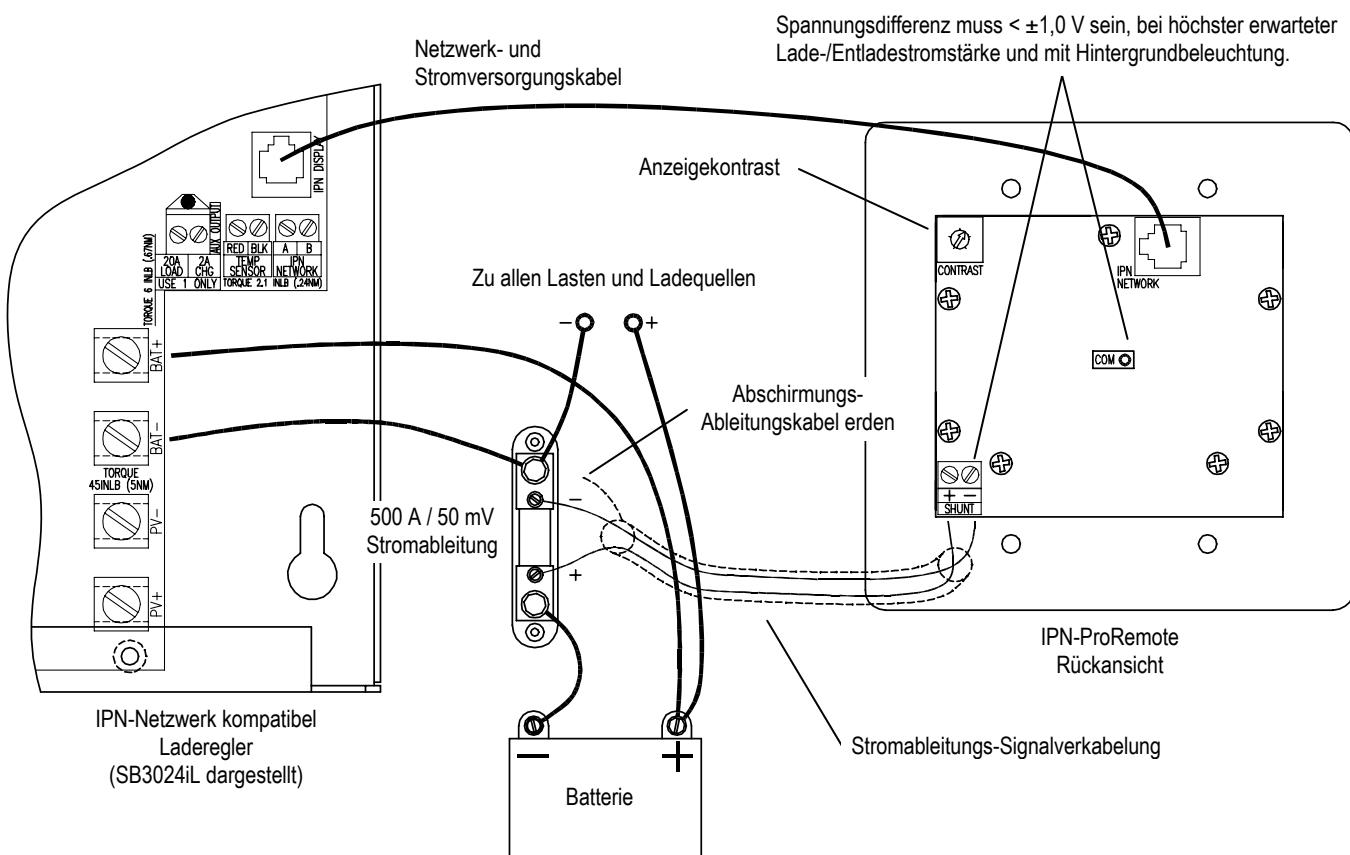

ABBILDUNG 6
**VORSICHT:** Beim Einsatz des IPN-ProRemote ist eine Stromableitung von 500 A / 50 mV zu verwenden. Die Stromableitung misst die Nenn-Batteriestromstärke und muss in Reihe mit dem Batterie-Minuspol geschaltet werden. Durch eine Beschädigung aufgrund einer Installierung in Reihe mit dem Batterie-Pluspol wird die beschränkte Garantie ungültig. Alle negativen, stromführenden Leiter aller Ladequellen und Lasten müssen wie in Abbildung 6 dargestellt auf der Seite des Ladereglers an der Stromableitung angeschlossen werden, sodass jeglicher Strom vom und zum Batterie-Minuspol durch die Stromableitung fließt. Am Batterie-Minuspol angeschlossene stromführende Leiter (außer der Stromableitung) führen zu falschen Ablesewerten für die Batteriestromstärke und die Batterieladekapazität. Die Länge des Stromableitungskabels sollte auf maximal etwa 91,5 m (300 Fuß) beschränkt werden. Ziehen Sie die Anschlusschrauben der Stromableitung mit einem Anzugsmoment von 14,9 Nm (11 ft-lb) und die Nr. 10-Sensorschrauben mit einem Anzugsmoment von 2,3 Nm (20 in-lb) an. Ziehen Sie die Kompressionsanschlüsse des IPN-ProRemote für das Stromableitungssignal mit einem Anzugsmoment von 0,24 Nm (2,1 in-lb) an. Beachten Sie, dass der Anschluss des Batterietemperatur-Sensors kein stromführender Leiter ist und am Batterie-Minuspol angeschlossen bleiben muss.
Die Stromableitung selbst ist ein unpolarisiertes Gerät. Sobald diese in Reihe mit dem Batterie-Minuspol installiert ist, dann erzeugt sie die in Abbildung 6 dargestellte Signalpolarität, während die Batterie geladen wird. Die Plus-/Minusanschlüsse der Stromableitung müssen mit den entsprechenden Plus-/Minusanschlüssen des IPN-ProRemote-Stromableitungs-Anschlussblocks verbunden werden, um eine einwandfreie Anzeige der Strompolarität im Bildschirm „Battery Volt/Amp“ (Batteriespannung/-stromstärke) zu gewährleisten. Die Stromableitung erzeugt sehr empfindliche Mikrovolt-Signale, und die Signalkabel müssen aus verdrilltem Kabel bestehen. Kabel mit Längen unter 10,7 m (35 Fuß) können als nicht-abgeschirmte verdrillte Kabel ausgelegt werden, wenn sie nicht in der Nähe der Spannungsversorgung bzw. Störungen verursachenden Leitern verlegt werden. Für Kabel mit Längen von mehr als 10,7 m (35 Fuß) oder bei zu erwartenden elektrischen Störungen sind abgeschirmte verdrillte Kabel zu bevorzugen. Das Abschirmungs-Ableitungskabel ist nur an einem Ende zu erden.